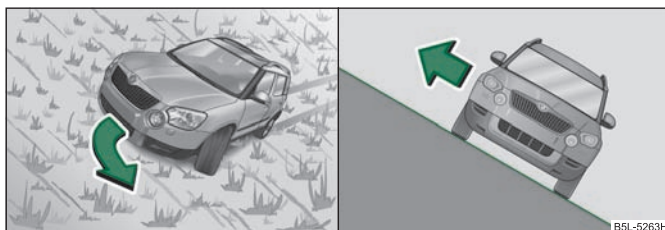

Fig. 166 Conducción en línea de pendiente / dirección para descenso - cuesta abajo
Si existe la amenaza de vuelco, conduzca en línea de pendiente ⇒ fig. 166 y acelere un poco. El centro de gravedad del vehículo debería estar lo más bajo posible. Distribuya el peso de todos los ocupantes del vehículos de forma proporcional. Las personas más grandes o pesadas deberían sentarse en el lado del vehículo que está más elevado. El equipaje del techo debería quitarse y asegurarse ya que un deslizamiento repentino del equipaje puede hacer volcar el vehículo.
Si el vehículo se para en una posición diagonal en la pendiente y usted y sus acompañantes deben bajarse, todos los ocupantes deben bajarse por el lateral del vehículo que indique hacia arriba ⇒ página 193, fig. 166 lado derecho.
- **Antes de conducir en diagonal por la ladera ⇒ página 193, fig. 166 fíjese en que pueda conducir en línea de pendiente. Si no es posible, seleccione otro camino. Si conduce en diagonal por la ladera y el vehículo se expone a volcarse, descienda cuesta abajo rápidamente en línea de pendiente y acelere un poco.**
- **Si el vehículo mantiene una gran inclinación lateral en la ladera, usted y sus ocupantes nunca abandonen el vehículo por las puertas que dan directamente cuesta abajo. Esto puede provocar una traslación del centro de gravedad total. El vehículo podría perder el equilibrio o volcarse y rodar por la pendiente. Ello puede causar lesiones graves. Para evitar esto, abandone usted y sus acompañantes el vehículo sólo por el lado que da cuesta arriba ⇒ página 193, fig. 166.**